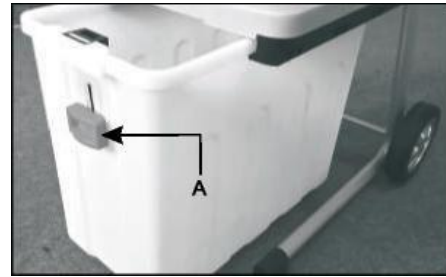

Fig. 4
4.3.3- Collection box (Fig. 4)